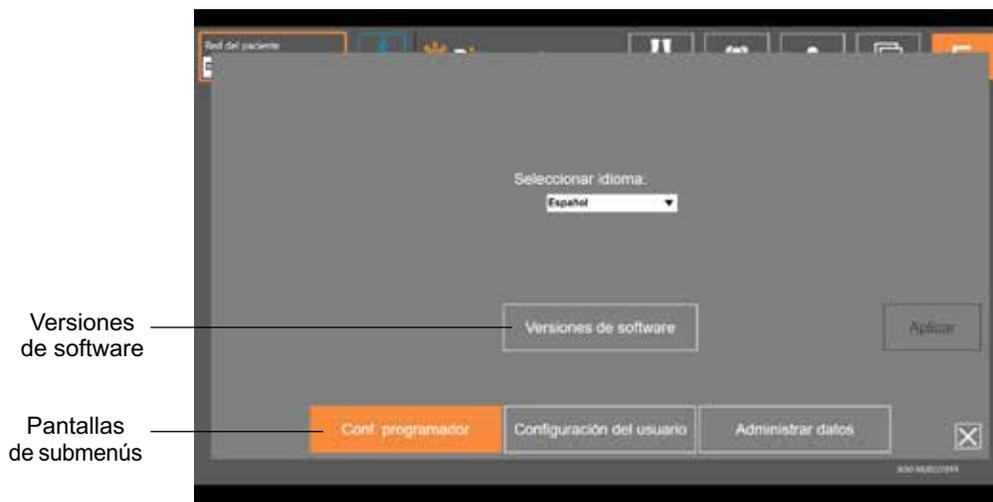

Ilustración 7-14: Pantalla de ajustes de la aplicación: cambio de idioma
La pantalla de configuración de la aplicación, a la que se accede desde el icono  disponible en la esquina inferior derecha de la pantalla, se usa para ajustar la configuración, gestionar los perfiles del usuario y administrar los datos. Incluye tres pantallas de submenús. Consulte la ilustración 7-14.
3. Haga clic en Ajustes de la aplicación  y seleccione Versiones de software para ver las opciones de restablecimiento de valores de fábrica. Consulte la ilustración 7-14.